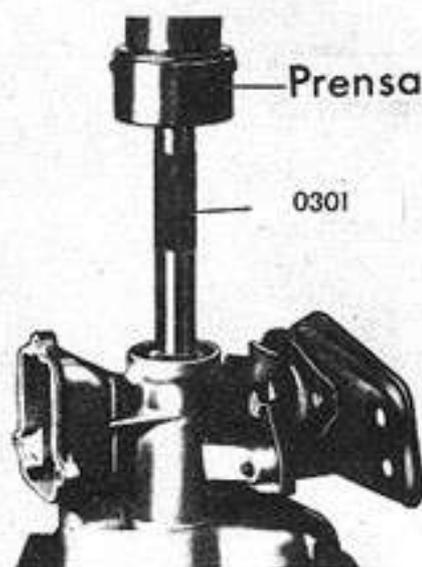

Fig. 8 - Extracción del cojinete de la extensión de la carcaza
5. Si es necesario sacar el cojinete de la extensión de la carcaza con la herramienta N° 0301 (Fig. 8).